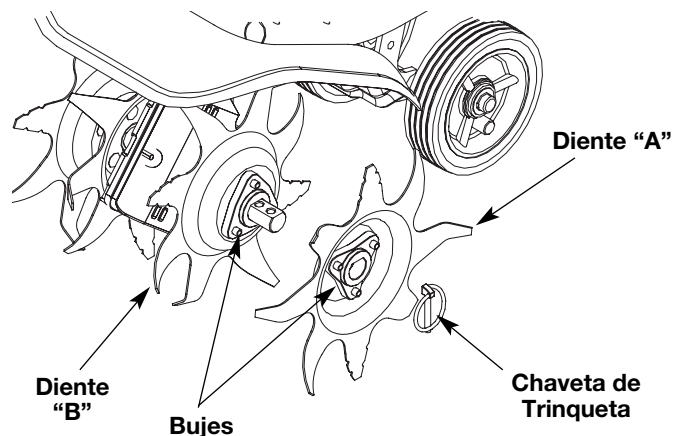

Fig. 14
2. Saque las presillas del pasador de la horquilla y los pasadores de la horquilla (Fig. 14).
5. Ubique un diente A y un diente B en el árbol del diente (Fig. 14).